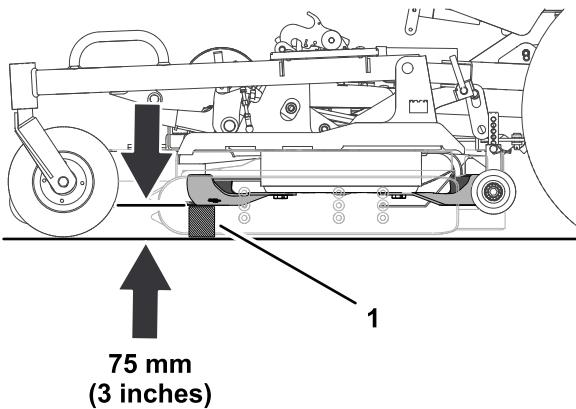

Рисунок 126
4. Измерьте расстояние от земли до крайней точки передней лопасти ножа с помощью мерной плитки (Рисунок 126).